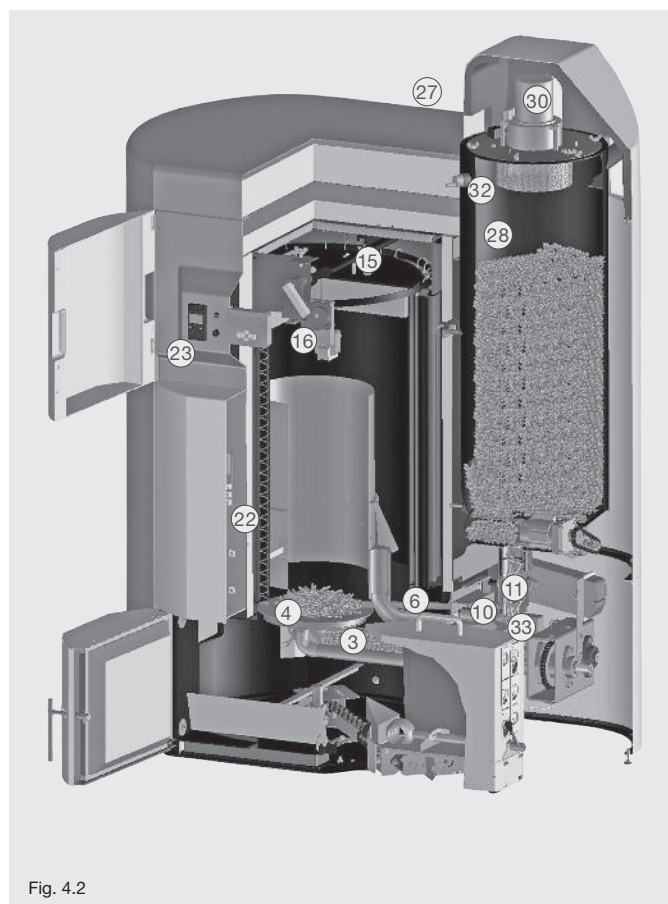

Fig. 4.2
La protezione antincendio ⑪ si richiude e il processo di accensione viene sorvegliato elettronicamente. Dopo alcuni minuti si accende una fiamma sul piatto di combustione ④, la temperatura dei gas aumenta e l'accensione avvenuta viene trasmessa alla regolazione della caldaia (fig. 4.2).
La protezione antincendio ⑪ si apre nuovamente e la coclea di alimentazione ③ trasporta per alcuni minuti pellet sul piatto di combustione ④, aumentandone lentamente la quantità. La caldaia passa infine allo stato di funzionamento regolato (fig. 4.2).
La temperatura nominale della caldaia può essere impostata nella modalità manuale o viene calcolata nella modalità di funzionamento automatica mediante la regolazione di riscaldamento e comunicata al dispositivo di controllo automatico ②② (fig. 4.2).
Il motore di alimentazione ③ si spegne, la protezione antincendio ⑪ si chiude e l'alimentazione di combustibile viene terminata. Il ventilatore del bruciatore ⑩ e il ventilatore dei gas combusti ⑳ post-funzionano per alcuni minuti fino a che i residui di combustibile sul piatto di combustione ④ non sono completamente bruciati ed è così garantita una condizione di funzionamento sicura (fig. 4.2).
La turbina di aspirazione ③① e il sistema di estrazione dei pellet vengono disinseriti. In caso di guasto (per es. mancanza di combustibile), e dopo ulteriori tentativi di riempimento, viene emessa una segnalazione di guasto sul modulo di comando (fig. 4.2).
Il motore di pulizia ⑮ si attiva e il meccanismo di pulizia ⑮ si mette in movimento per alcuni minuti (fig. 4.2).